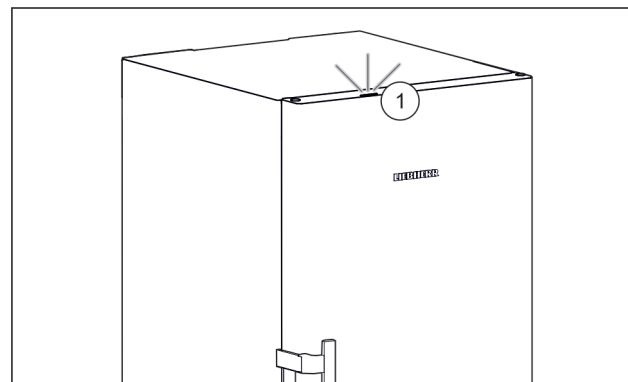

Fig. 27 Активне підсвічування стану, коли дверцята зачинено
- ▷ Підсвічування стану Fig. 27 (1) активовано.